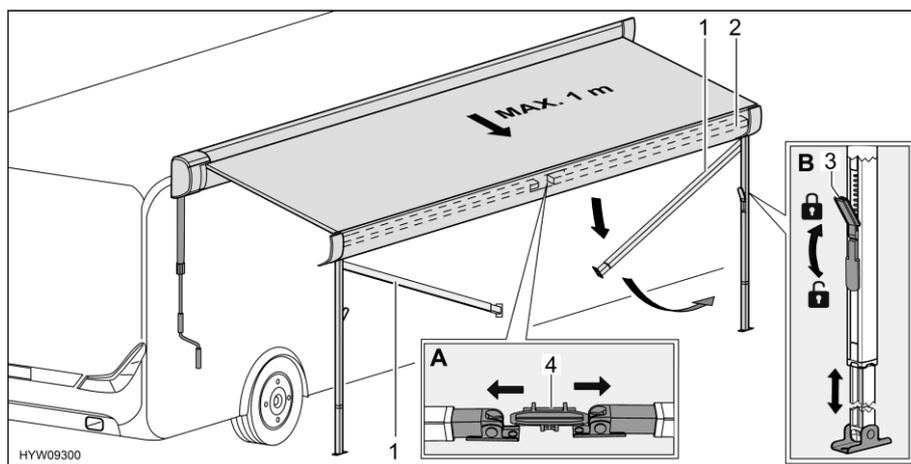

Fig. 33 Preparazione dei montanti di supporto
- Sbloccare i montanti di supporto (Fig. 33,1) dal supporto (Fig. 33,4) nel listello anteriore (Fig. 33,2). A tale scopo, premere leggermente verso l'esterno i montanti di supporto (Fig. 33,A).
- Allentare i bloccaggi (Fig. 33,3) dei montanti di supporto. A tale scopo, ripiegare la leva di serraggio verso il basso.
- Estrarre la parte inferiore dei montanti di supporto fino alla lunghezza desiderata (Fig. 33,B).
- Chiudere i bloccaggi (Fig. 33,3) dei montanti di supporto. A tale scopo, tirare verso l'alto la leva di serraggio.